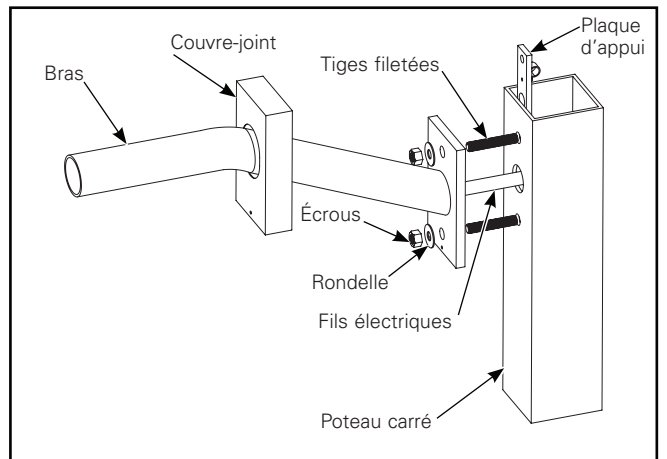
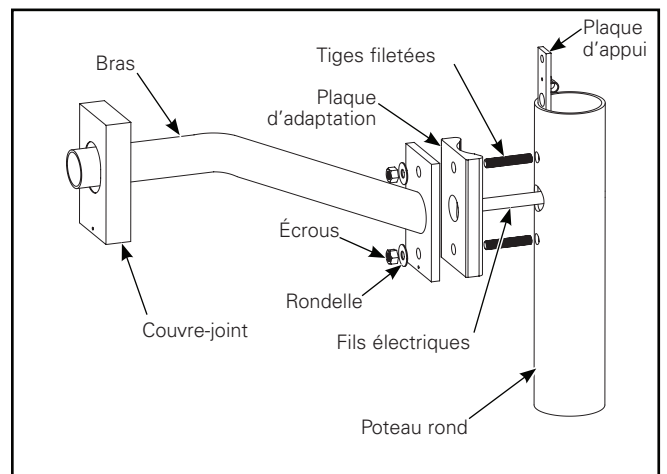

Figure 6.
Figure 7.
Crosse : Poteau carré (Figure 6) et poteau rond (Figure 7)
3. Pour les poteaux ronds seulement – Installez la plaque d'adaptation ronde en veillant à ce que la face arrondie soit face au poteau (Figure 7). Alignez les trous supérieurs et inférieurs.